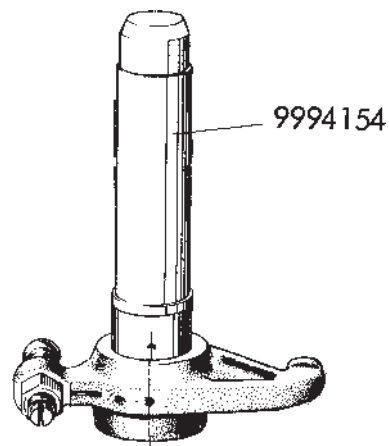

Fig. 18. Byte av vipparmsbussning.
4. Ovalsliten vipparmsbussning byts ut. Ur och ipressning sker med en dorn. Härvid skall bussningen pressas i så, att oljehålet intar det läge fig. 18 anger. Efter ipressning brotschas bussningen till noggrant löpande passning på axeln. Avlägsna bearbetningsspåror.